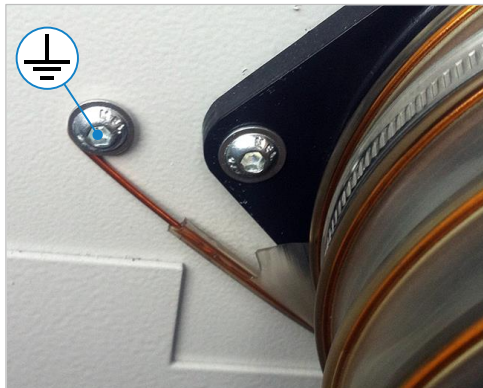

Abbildung 27: Erdungsbeispiel für Absaugschlauch
- Alle Teile der Absauganlage, inklusive der Schläuche, müssen in die Erdungsmaßnahme mit aufgenommen werden (siehe Erdungsbeispiel in \Rightarrow Abbildung 27).